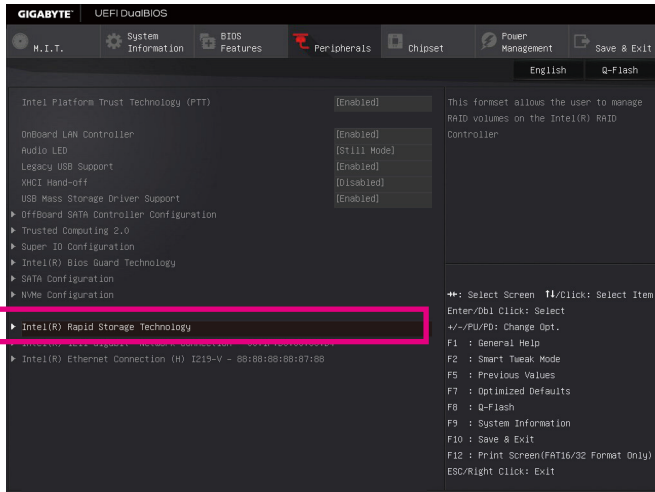

图3
重新开机后，请再次进入BIOS在BIOS程序设置画面，再进入「Peripherals\Intel(R) Rapid Storage Technology」子选单 (图3)。